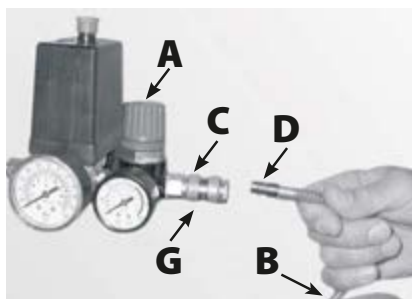

Рис. 1
4. Один конец спиралеобразного шланга оканчивается штуцером **D**. Вставьте ее с нажимом в выходное отверстие **C** на компрессоре (рис. 1). При правильном подсоединении слышится характерный металлический щелчок.
8. По окончании работы перекройте струю сжатого воздуха, повернув ручку **A** против часовой стрелки. Некоторое время продолжайте работать пневмоинструментом, пока не убедитесь, что остаточный воздух больше на него не поступает. После этого отключите шланг от компрессора, оттянув назад наружное кольцо **G** (рис. 1). Отсоединив шланг, можно отсоединить штуцер **E** пневмоинструмента. Для этого повторите те же действия, что и при подсоединении штуцера **D** (рис.1).